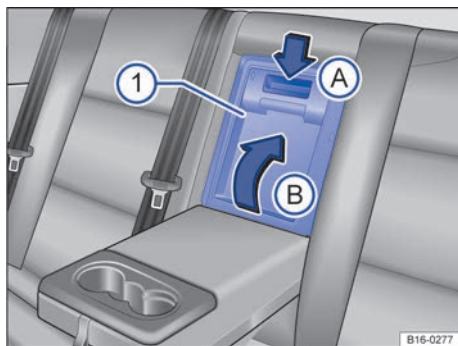

Fig. 167 En el respaldo del asiento trasero: apertura de la trampilla para cargas largas.
- Presione hacia abajo la tecla de desbloqueo → fig. 167 (A) y abra la tapa de la trampilla (1) hacia el maletero (B).